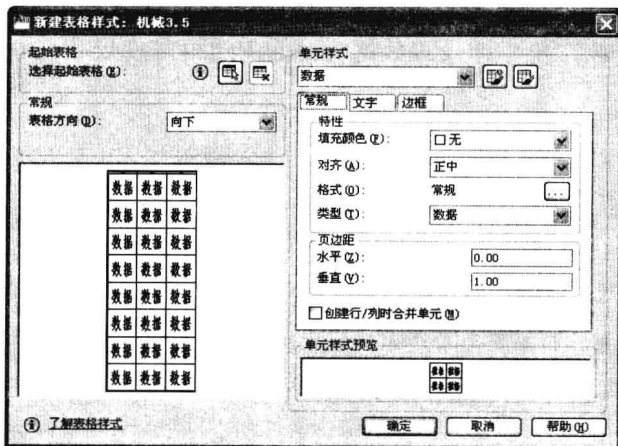

图 5-3-2
(3) 打开“新建表格样式：机械 3.5”对话框，“单元样式”选择“数据”，单击“常规”选项卡，“对齐”项选择“正中”，如图 5-3-2 所示。